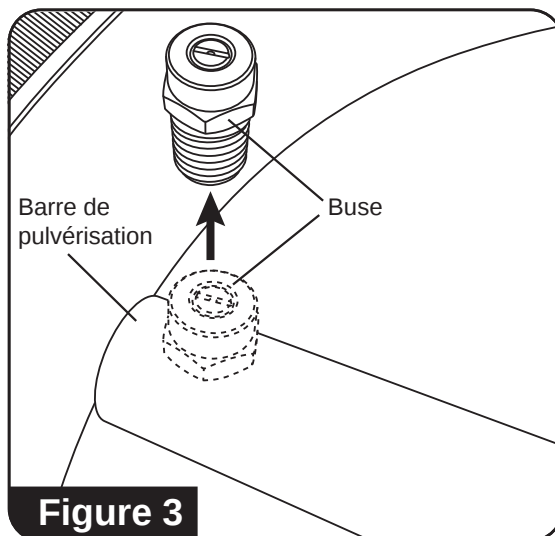

Figure 3
3. À l'aide d'une clé de 14 mm (non incluse), retirez les deux buses de la barre de pulvérisation (**consultez la figure 3**).